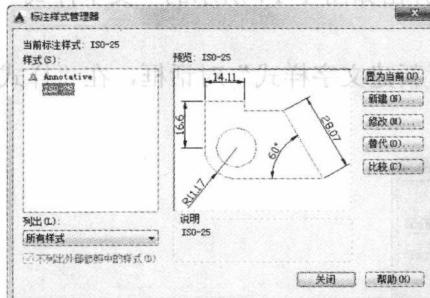

图 1-18 “标注样式管理器”对话框
- 单击“注释”面板中的“标注样式管理器”按钮，弹出如图 1-18 所示的“标注样式管理器”对话框。